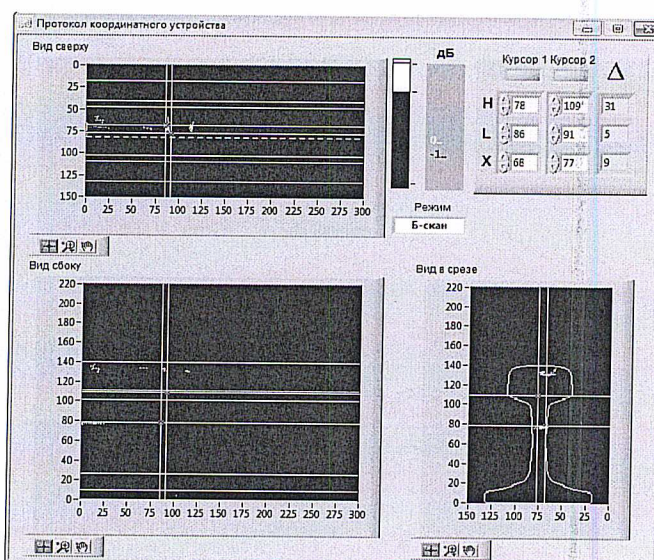

Рисунок 11.13 Окно «Протокол координатного устройства» с включенными курсорами
В правом верхнем углу расположены кнопки «Курсор 1» и «Курсор 2» (рисунок 11.13). При нажатии на них на полях появятся курсоры, а кнопки будут подсвечены зеленым цветом. Положение курсоров можно выбирать либо передвигая их мышкой на проекциях либо указывая значения высоты (Н), длины (L) и ширины (X) в таблице в правом верхнем углу окна. В графе «Δ» указывается разница между значениями двух курсоров. Таким образом, можно определить размеры предполагаемого дефекта.